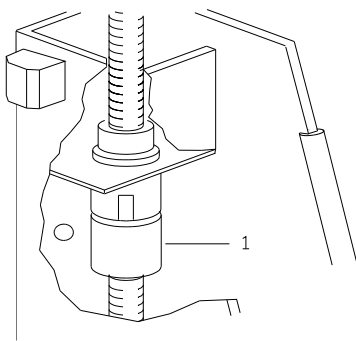

Fig.9
- In geval van een kapotte draagmoer zal de veiligheidsmoer automatisch de last overnemen en de brug uitschakelen(ref1 Fig.9).